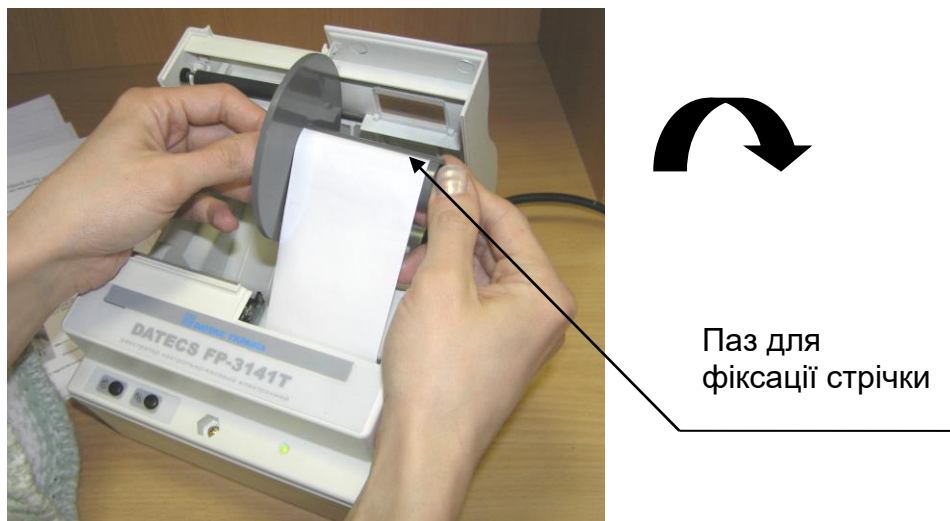

Рисунок 7- Встановлення контрольної стрічки
- вставте край стрічки в паз на катушці і прокрутіть один раз по часовій стрілці, щоб закріпити папір (рисунок 7);